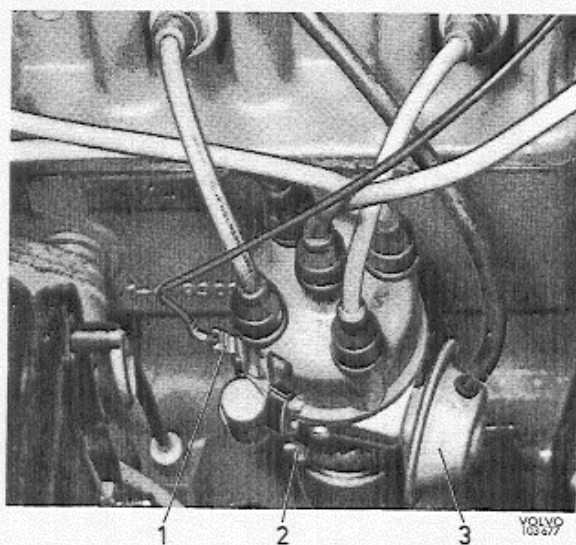

Abb. 94 Zündverteiler B 20 B, eingebaut
4. Schraube 2, Abb. 94, lösen und den Verteiler hochziehen.